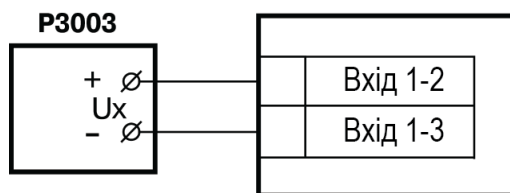

Рисунок 8.5 – Схема підключення компаратора напруги під час юстування
1. Підключити до Входу 1 пристрою замість датчика компаратор напруги типу Р3003 (або аналогічне джерело еталонної напруги з класом точності не менше 0,05) за схемою, наведеною на рисунок 8.5.
1. Підключити до Входу 1 пристрою замість датчика калібратор струму типу ПЗ21 (або аналогічний йому з класом точності не менше 0,05) за схемою, наведеною на рисунок 8.5.